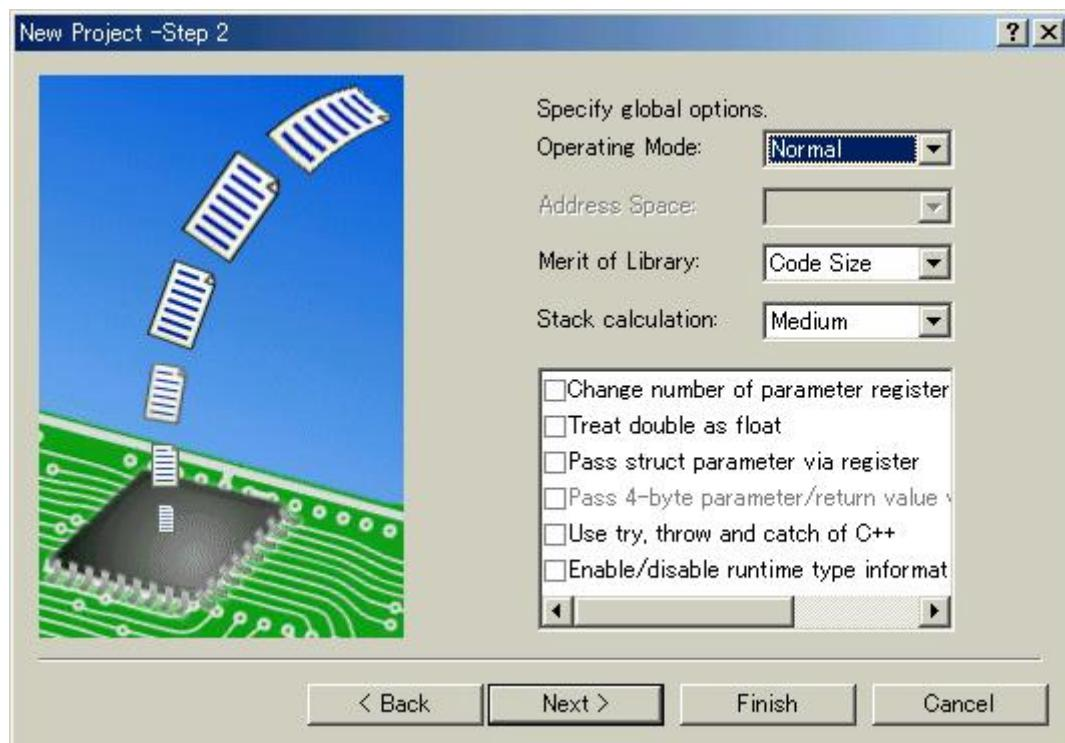

図 2.3 オプション設定画面 (Step2)
Step1画面で [Next >] をクリックすると、図 2.3に示す画面を表示します。この画面で、全プロジェクトファイルで共通のオプションを設定します。オプション設定項目は、Step1画面で選択したCPUシリーズに合わせて設定変更ができるようになっています。また、プロジェクト作成後にオプションを変更する場合は、HEWの[オプション -> Hitachi H8S,H8/300 Standard Toolchain...]のCPUページで変更できます。